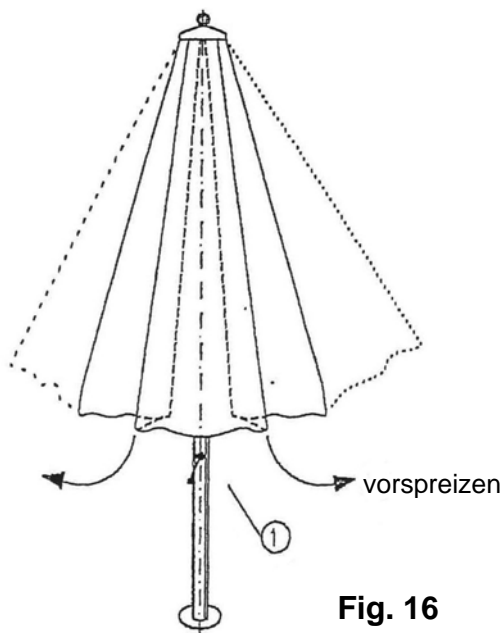

Fig. 16
- Schirm vorspreizen indem Dachstreben und Stoff nach aussen gelockert werden (Fig. 16).
- Handkurbel (1) im Uhrzeigersinn drehen bis Schirm aufgespannt ist.